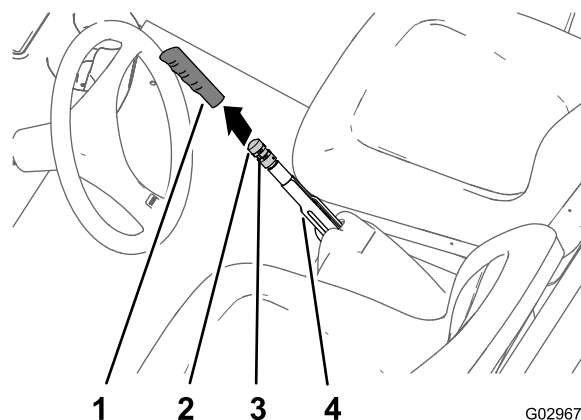

Figure 61
1. Enlevez la poignée du levier de frein de stationnement (Figure 61).
2. Desserrez la vis de fixation du bouton de réglage sur le levier du frein de stationnement (Figure 61).
3. Tournez le bouton de réglage du frein jusqu'à ce qu'une force de 133 à 156 N·m soit nécessaire pour actionner le levier du frein de stationnement (Figure 61).
4. Serrez la vis de fixation et remettez la poignée (Figure 61).
2. Desserrez la vis de fixation (Figure 61) qui fixe le bouton de réglage sur le levier du frein de stationnement, desserrez le frein de stationnement et desserrez le bouton de réglage.
5. Tournez le bouton de réglage du frein (Figure 61) jusqu'à ce qu'une force de 133 à 156 N·m soit nécessaire pour actionner le levier du frein de stationnement.
- C. Tournez le bouton de réglage du frein (Figure 61) jusqu'à ce qu'une force de 133 à 156 N·m soit nécessaire pour actionner le levier du frein de stationnement.
- Serrez la vis de fixation et remettez la poignée (Figure 61).